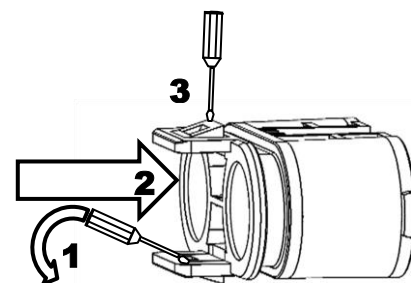

fig.16
**Remove the sealing plug by pushing on its 2 latches, by using the screwdriver, while maintaining a pushing pressure with the thumb (fig.16).**
Retirez le bouchon d'étanchéité en poussant sur ses 2 verrous, en utilisant un tournevis, tout en maintenant une pression avec le pouce (fig.16).